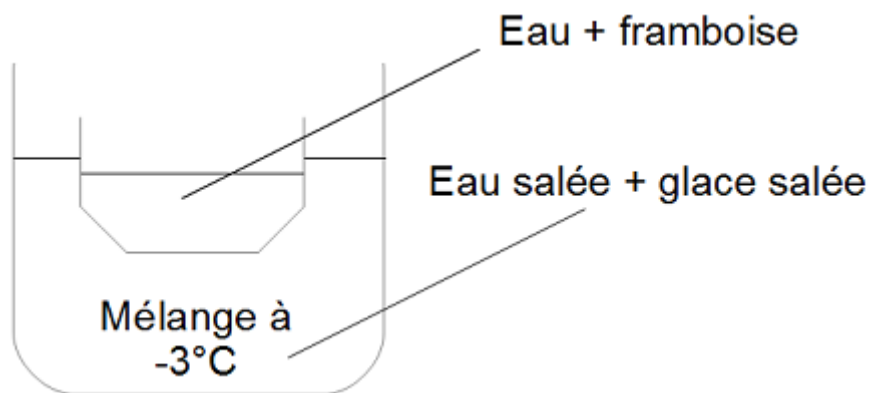

FIGURE 6.1 – Fabrication de sorbets au Moyen-Âge
- Fabrication de sorbets avec une bassine plongée dans un mélange d'eau salée et de glace salée à  $-3\text{ }^{\circ}\text{C}$  (voir *Figure 6.1*)